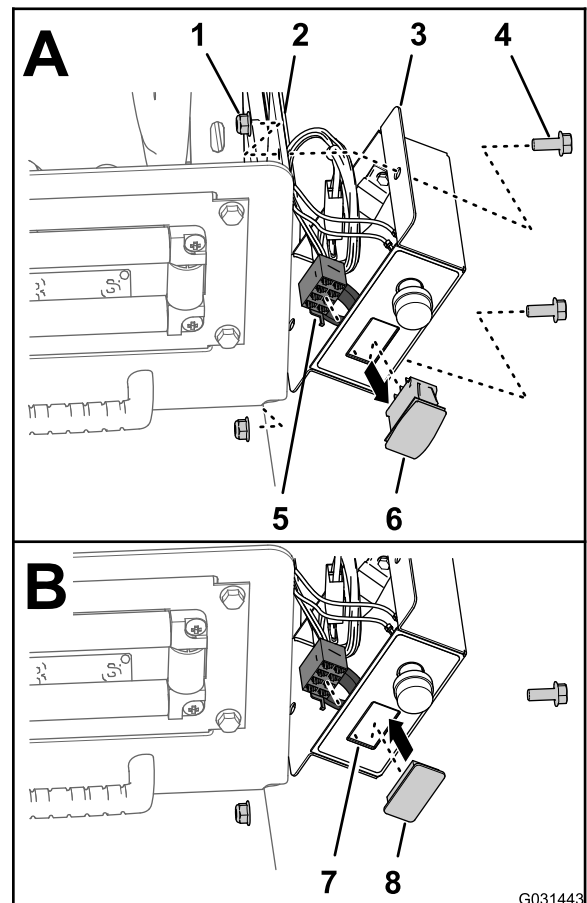

Bild 20
(5/16"), mit denen der Schaltkasten an der Spindelbefestigungsplatte befestigt ist (Bild 20).
- Ziehen Sie den 8-Buchsen-Stecker für den Schaltkastenkabelbaum vom Drucksteuerungsschalter ab (Bild 20).
- Verlegen Sie den 8-Buchsen-Stecker im Innern des Schaltkastens (Bild 20).
- Drücken Sie die Verriegelungsnasen des Drucksteuerungsschalters zusammen und drücken Sie den Schalter aus dem Schaltkasten (Bild 20).
- Fluchten Sie die Schalterblende mit der Öffnung im Schaltkasten aus, von der Sie den Schalter entfernt haben (Bild 20).
6. Setzen Sie die Schalterblende in den Schaltkasten ein, bis die Blende richtig in der Abdeckung einrastet (Bild 20).
7. Fluchten Sie den Schaltkasten mit der Spindelbefestigungsplatte (Bild 20) aus und befestigen Sie den Kasten mit den zwei Schrauben (5/16" x 3/4") und zwei Sicherungsmuttern (5/16") an der Platte.